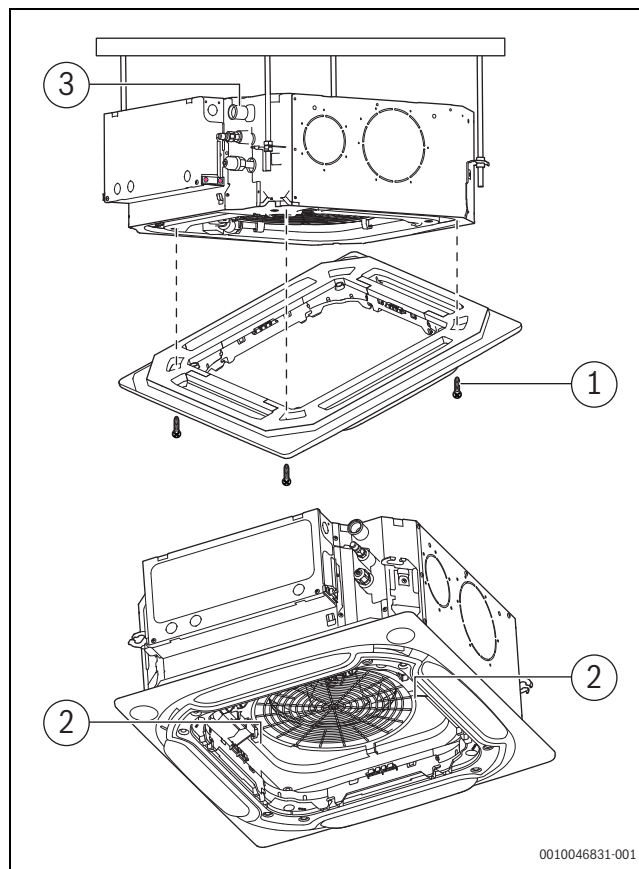

Рис. 21
2. При монтаже закрепите два стальных троса на зацепках, расположенных на панели (→ рисунок 21, «А» и «В»).
4. Установите и закрепите панель на корпусе блока с помощью болтов (M5 × 20) и шайб (→ рис. 21). Обратите внимание на то, что монтажная крышка двигателя поворота должна опускаться в соответствующий дренажный поддон.